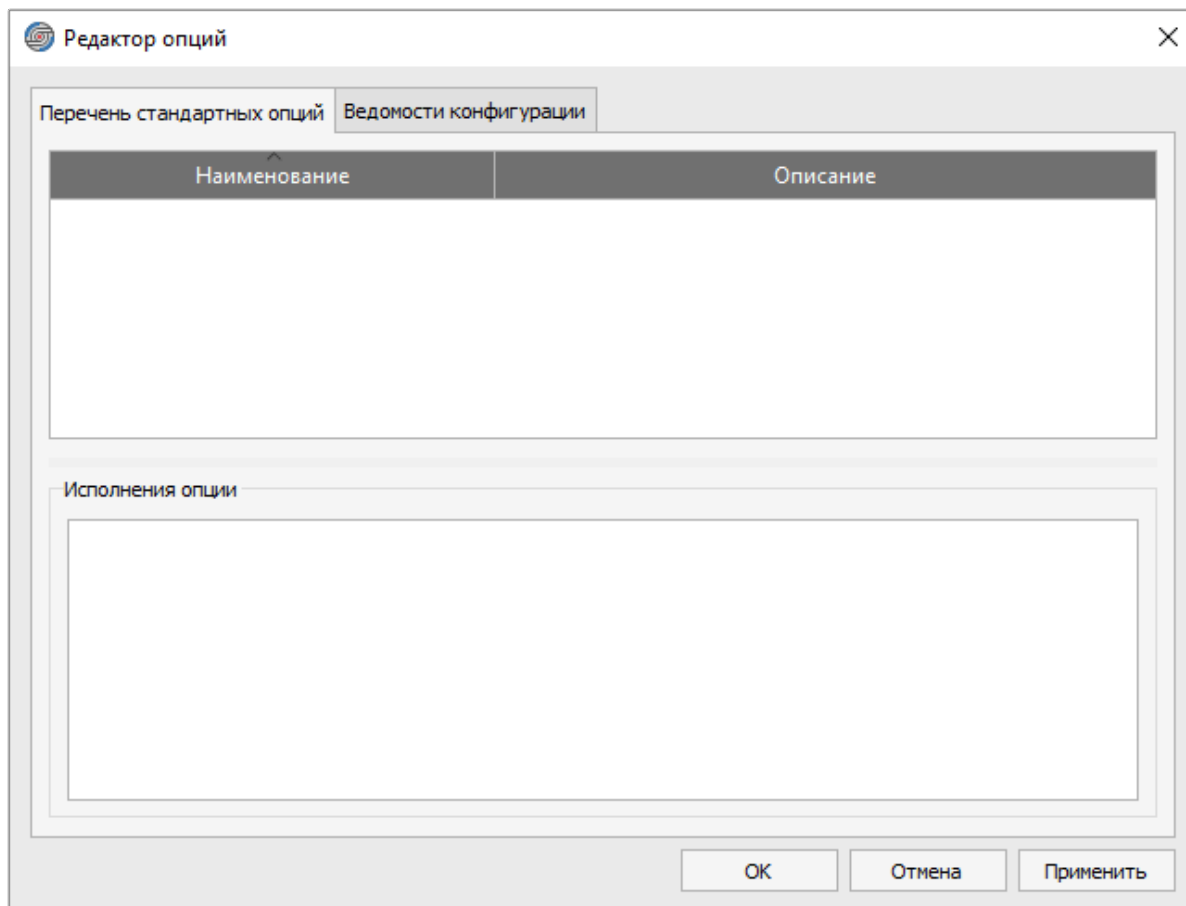

Рисунок 272. Диалоговое окно «Редактор опций»
- 1) На панели инструментов меню «Проект» в группе «Опциональность» нажать на кнопку «Редактор опций». Откроется окно «Редактор опций» (см. рисунок 272).